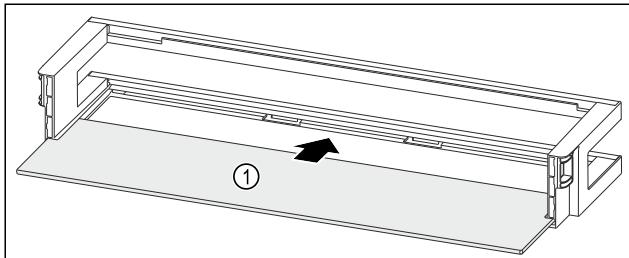

Fig. 99 Dørhylle med oppstillingsplass
- Skjyv oppstillingsplassen Fig. 99 (1) inn i fordypningene på sidene.